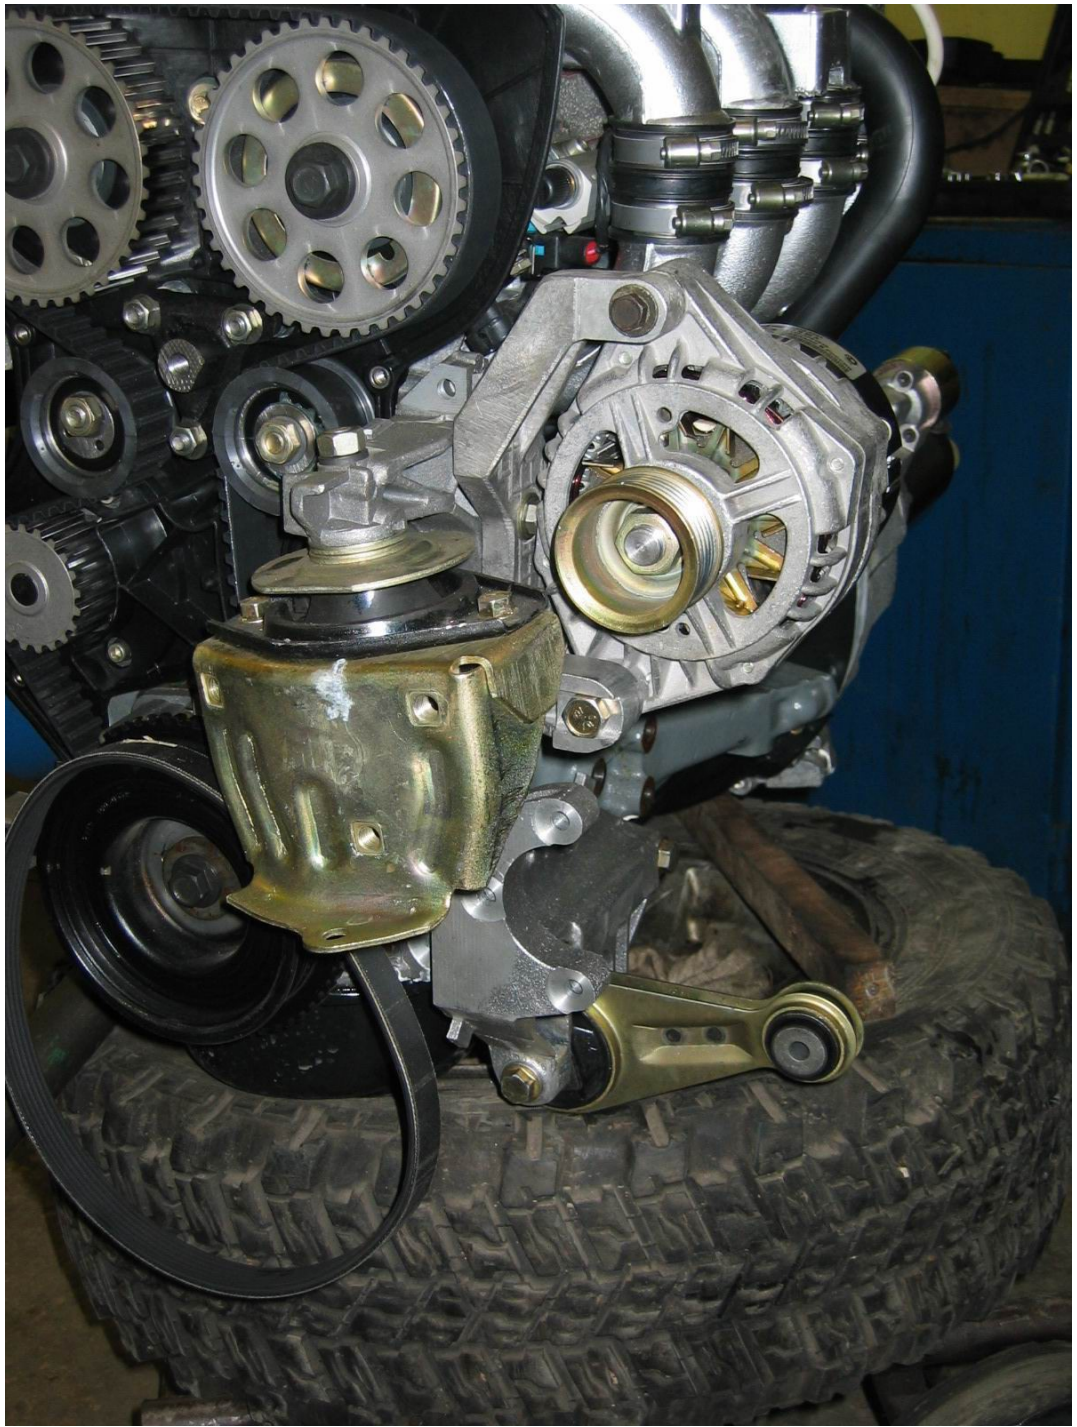

Рисунок 6
2.12 На кронштейн генератора 2110-10041034-10 установить генератор и закрепить его нижним болтом М8х150 и гайкой М8 и верхним болтом М8х60 с регулировочной планкой и гайкой М8. Гайки затянуть крутящим моментом 19,6...24,4 Н·м см. рисунок 6.